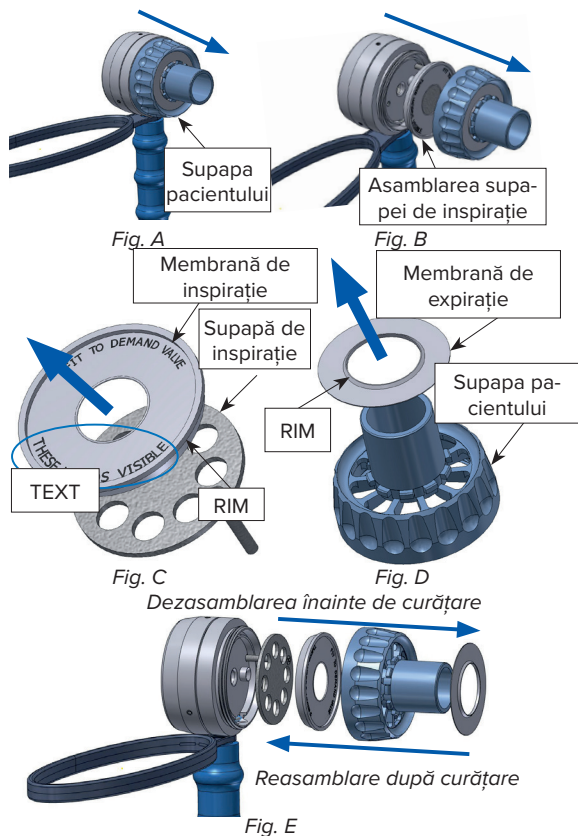

Fig. 3: Montarea EASE II înainte de curățare
2. Demontați ansamblul pacientului și ansamblul supapei de inspirație - a se vedea fig. 3 mai sus.